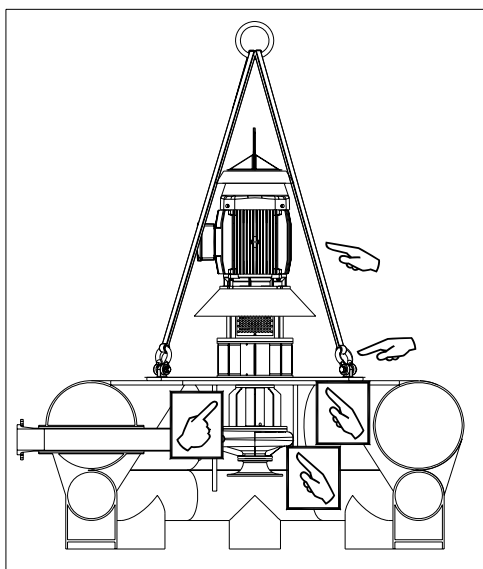

Figura 33
- Realizar periódicamente una inspección visual del estado de la pintura del equipo de bombeo, sobre todo aquellas zonas más expuestas al fluido bombeado o a los vapores de éste (figura 33), en caso de encontrarse deteriorado, programar a la brevedad mantención de pintura (repintado), para prevenir daños a las piezas de acero.